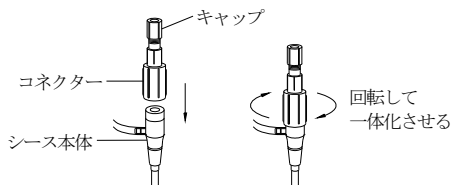

図3
- 血管内に留置しているシースに、本品のコネクタ部を時計方向に回して締め込み、シース本体と一体化させる (図3 参照)。